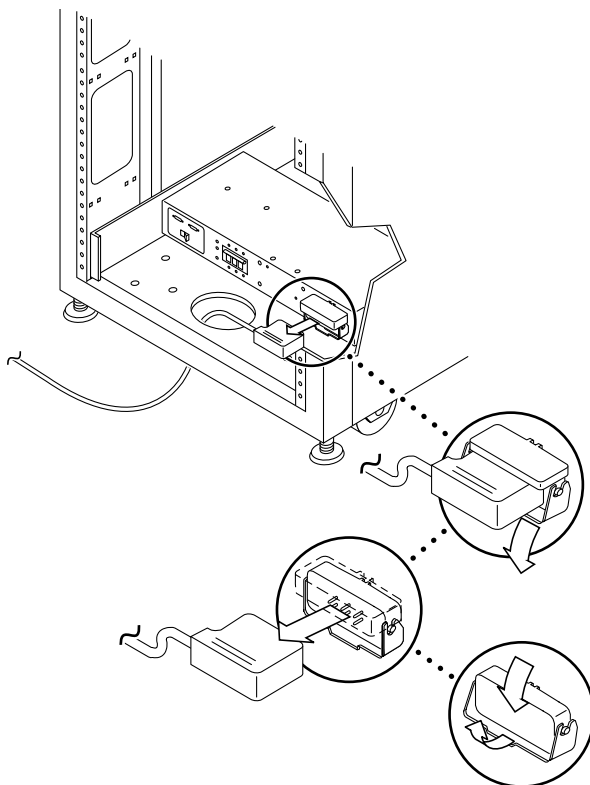

図 4-8 AC 電源ケーブルの切り離し
2. 電源シーケンサの電源コネクタから AC 電源ケーブルを抜き取ります (図 4-8)。
1. 電源コネクタのカバーを引き戻します (図 4-8)。